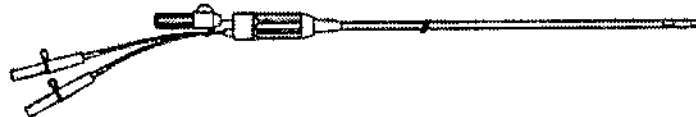

Fig. 6:
- Extraiga el tubo de plástico del electrodo (Fig. 6)